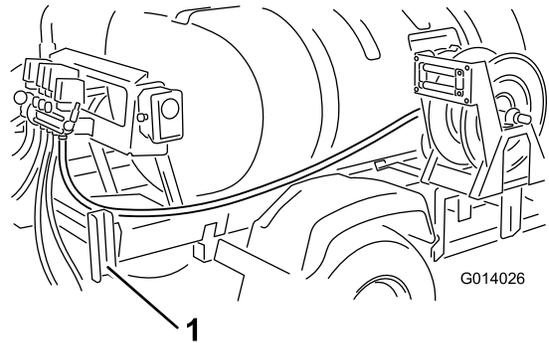

Figura 12
- Encaminhe o tubo para trás ao longo da estrutura do patim do depósito, dentro do guarda-lamas direito dentro do canal de suporte da rampa (Figura 12).
- Encaminhe o tubo em redor da estrutura de montagem até à válvula da bobina de tubagem instalada previamente (Figura 12).